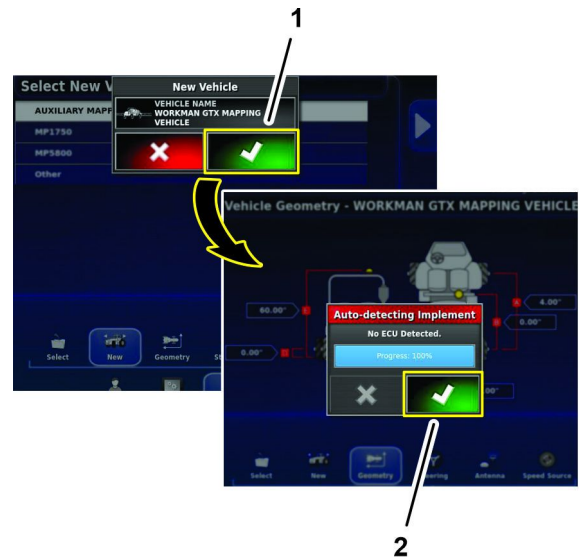

Figura 187
7. Nella finestra di dialogo del nuovo veicolo, premete l'icona Conferma (Figura 187).
8. Nella finestra di dialogo Rilevamento automatico implemento (Figura 187), premete l'icona Conferma.